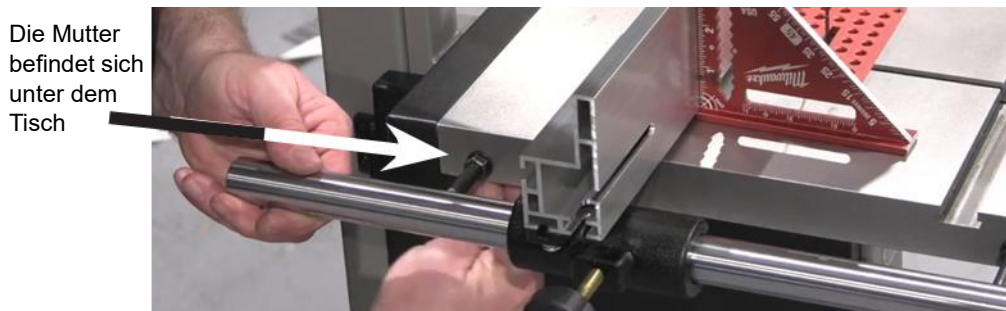

Abb. 42
- Lösen Sie unter dem Tisch eine Mutter der Anschlagschiene. Lösen Sie jeweils nur eine Mutter (Abb. 42).